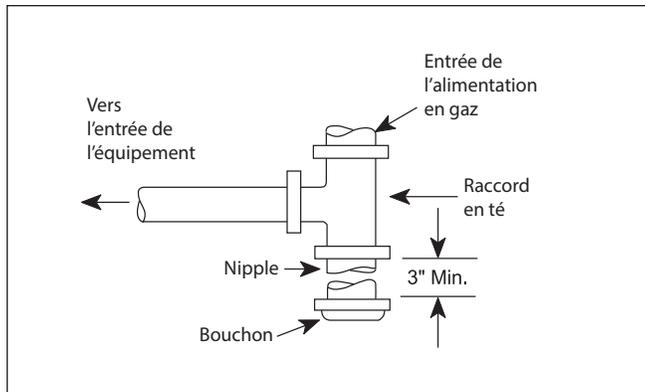

Figure 8. Installation d'un piège à sédiments sur raccord en T.
3. Il faut disposer un purgeur (collecteur de condensats) en amont des commandes de gaz (voir Figure 8). Il faut aussi disposer une vanne manuelle de coupure de gaz pour la commodité et la sécurité de l'entretien. Vérifiez les codes locaux.